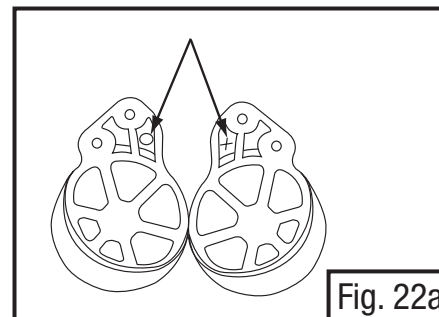

Fig. 22a
- Inspeccione a montagem plástica preta dos protetores auriculares e localize o “X” e “O” marcados no plástico. Existe um lado direito e um esquerdo (concha do protetor). Quando em uso, o lado marcado com o “X” deve estar no lado direito do equipamento de cabeça, e a montagem com o “O” deve estar no lado esquerdo (isto é, “X” na direita, “O” na esquerda). Fig. 22a mostra a localização de “X” e “O” marcados na montagem.